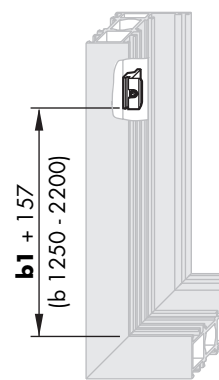

Bild 3
- Bei b 1250 - 2200 mm Schließteil nach Maßangabe (Bild3) positionieren und mit den Gewindestift festklemmen (Drehmoment  $1,5 \pm 0,25$  Nm).